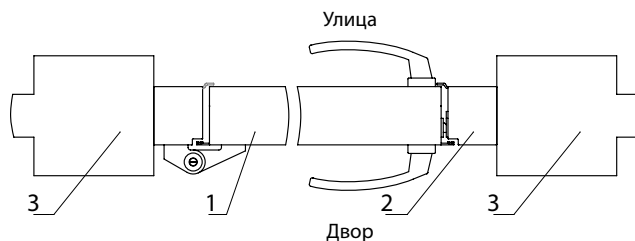

Рис. 46. Калитка (встроенный тип монтажа, вид открывания внутрь, направление открывания влево):
- встроенный монтаж, открывание внутрь (рис. 46);